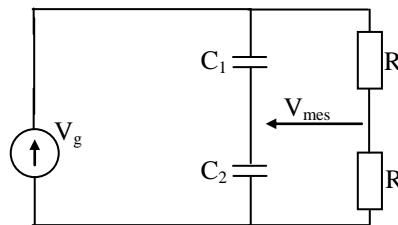

Figure2 : Conditionneur du capteur
3. Les deux condensateurs sont montés dans un circuit en pont selon le schéma de la figure2. Exprimer la tension différentielle de mesure V_{mes} en fonction de x , l , ϵ_r et V_g